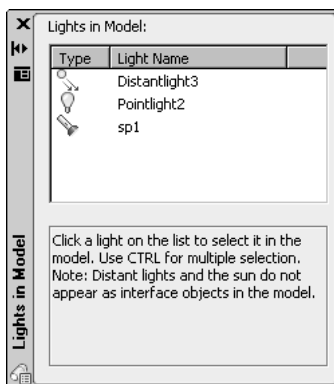

Рис. 13.22. Палитра **Lights in Model** со списком источников света в рисунке
Пиктограмма удаленного источника света в рисунке не создается, поэтому при редактировании его свойств палитра **Properties** (Свойства) вызывается только из палитры **Lights in Model** (Источники света в модели) (рис. 13.22).
тов. Появится палитра **Lights in Model** (Источники света в модели), в которой приводится список источников света, созданных в рисунке (см. рис. 13.22).
1. Вызовите палитру **Lights in Model** (Источники света) со списком источников света, имеющихся в рисунке (см. рис. 13.22).